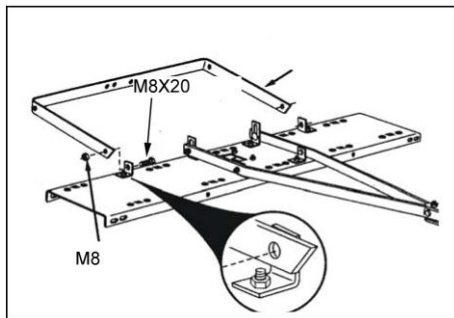

Rysunek 3
3. Zamontuj na niej dwa duże i dwa małe kątowniki. Użyj czterech bolców (M8x20) i czterech nakrętek zabezpieczających (M8). Nie dokręcaj ich do końca. Zamontuj pozostałe dwa małe kątowniki za pomocą dwóch bolców (M8x20) i nakrętek zabezpieczających (M8), patrz rysunek 3. Nie dokręcaj ich do końca.
4. Zamocuj ramiona ciągnące po zewnętrznej stronie dwóch przednich kątowników za pomocą dwóch bolców (M8x20) i nakrętek zabezpieczających (M8). Nie dokręcaj ich do końca. Zamocuj ramiona ciągnące po zewnętrznej stronie dwóch dużych kątowników za pomocą dwóch bolców (M8x20) i dwóch nakrętek (M8), patrz rysunek 3. Nie dokręcaj ich do końca.